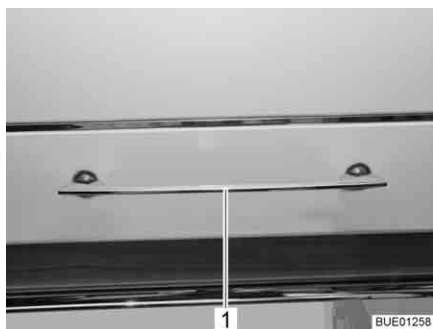
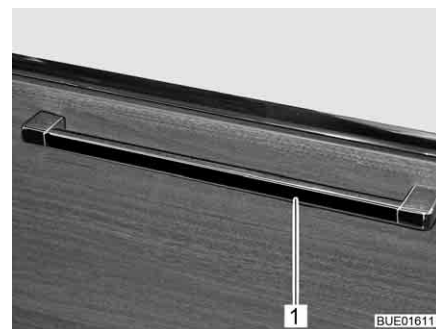

Fig. 83 Abattant de placard avec poignée de déverrouillage
Fig. 84 Abattant de placard avec poignée de déverrouillage (alternative)
- Suivant son emplacement, appuyer sur la poignée de déverrouillage (Fig. 83,1 ou Fig. 84,1) vers le haut, le côté ou le bas et la maintenir appuyée.